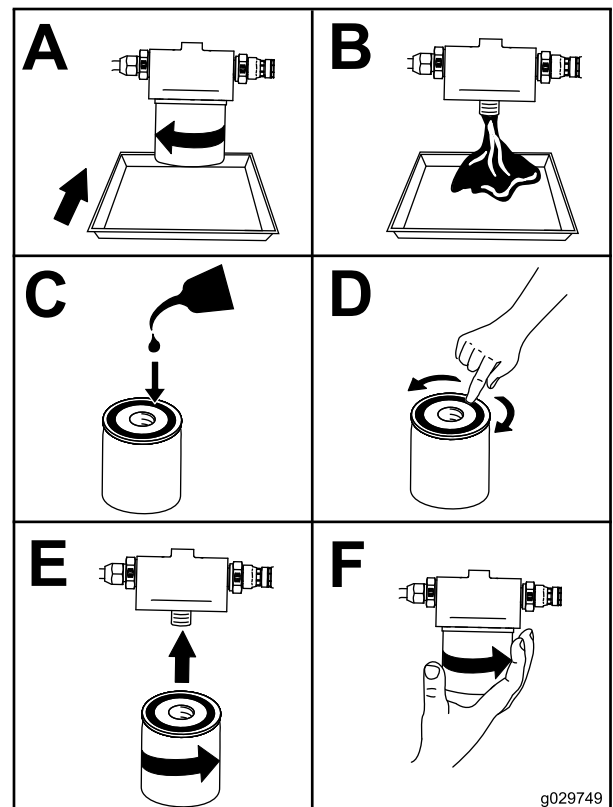

Bild 46
6. Wechseln Sie den Ölfilter (Bild 46).